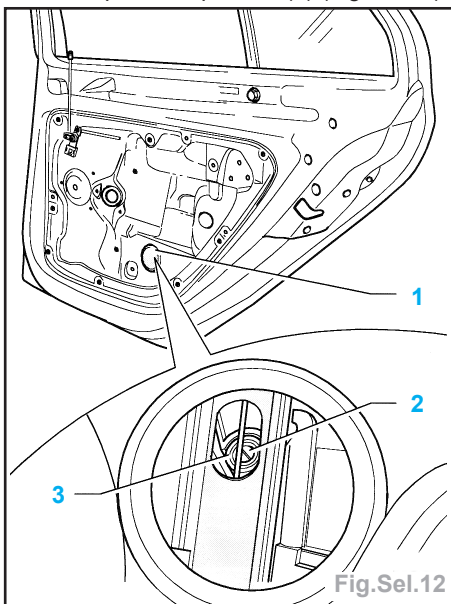

Fig.Sel.12
- débloquer le capuchon (1) (Fig.Sel.12),